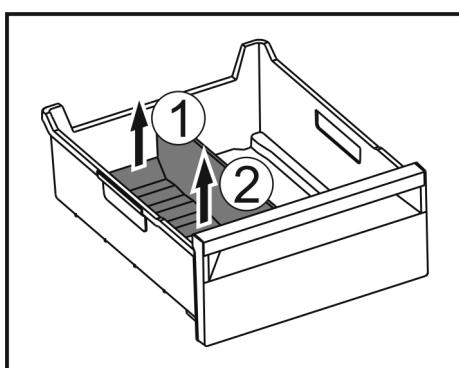

Fig. 168
- Zdvihnite zadnú časť oddelovača zásuvky na ľad. Fig. 168 (1)
- Odoberte oddelovač zásuvky na ľad nahor. Fig. 168 (2)